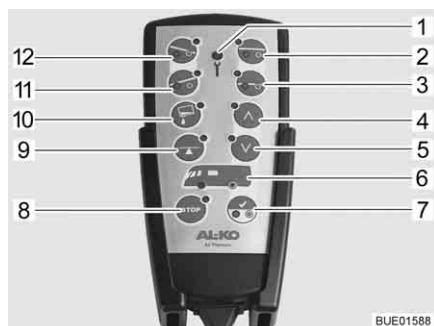

Fig. 19 Telecomando (sospensione pneumatica)
- Avviare l'accensione. La spia di controllo (Fig. 19,1) si accende brevemente.
Se entrambi i LED degli assi (Fig. 19,6) sono accesi, il veicolo si trova sul livello di marcia.